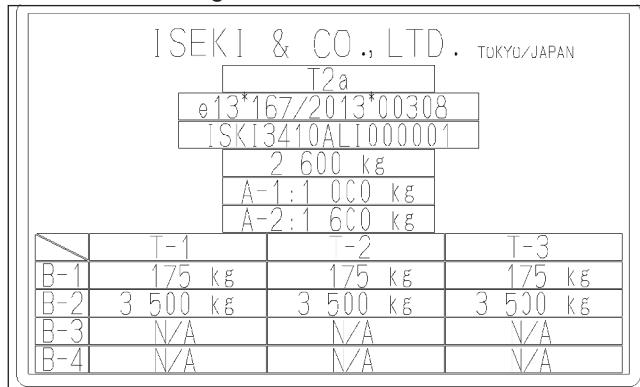

FIG. 26
FIG. 26 et 27 : plaque d'identification (1) du tracteur située sous le siège du conducteur.